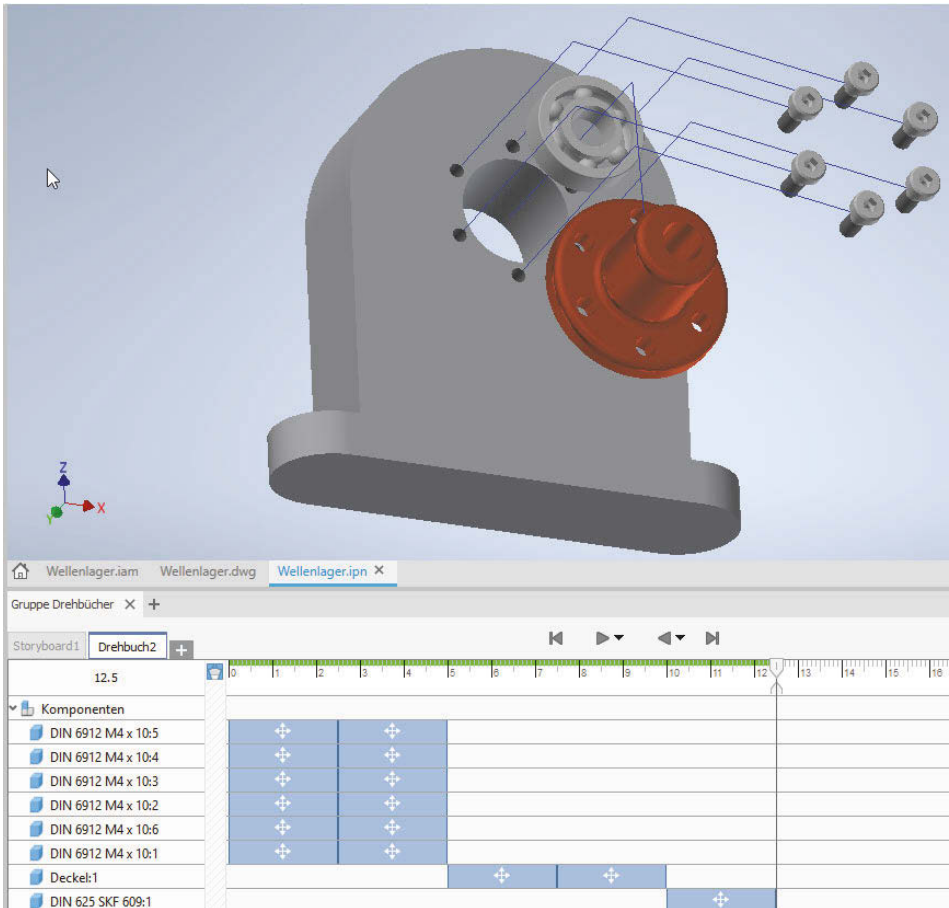
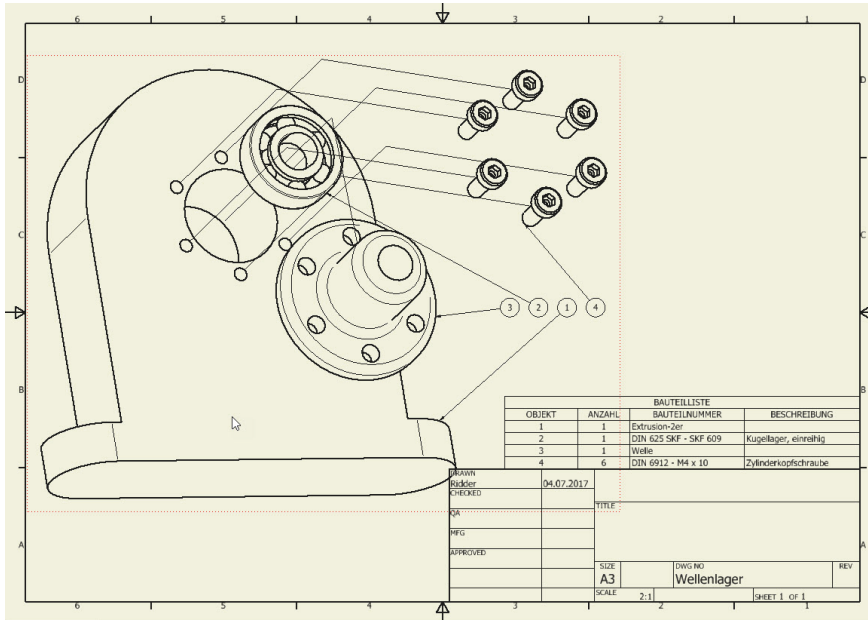

Abb. 1.5: Präsentation mit Animationspfaden und Drehbuch (unten)
Abb. 1.6: Zeichnung der Explosionsansicht mit Positionsnummern und Stückliste
- Die Explosionsdarstellung entsteht in einer *.ipn-Datei. Die Endung steht für »*Inventor-PresentatioN*«, kurz IPN (Abbildung 1.5). Auch aus einer Präsentation kann eine Zeichnung erstellt werden (Abbildung 1.6).